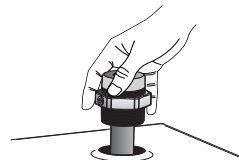

Figura 3
4. Envuelva el extremo roscado superior del adaptador del depósito con 3 o 4 vueltas de cinta de rosado e inserte el tubo de aspiración/adaptador del depósito en la abertura roscada del depósito (vea la figura 3). Con una llave, ajuste bien el adaptador en el depósito de combustible.